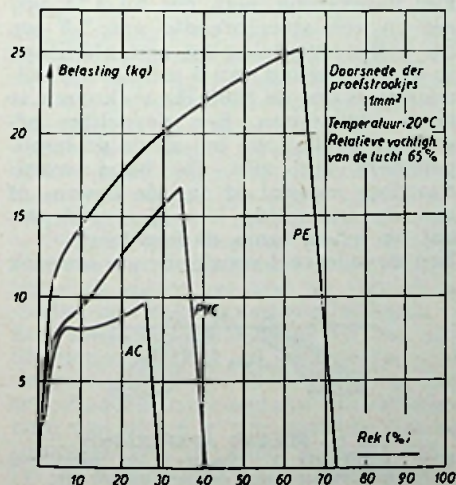

Fig. 1. BREEKKROMMEN van acetylcellulose (AC), polyvinylchloride (PVC) en polyester (PE).
In fig. 1 zijn de breekkrommen getekend van de dragerstoffen, die momenteel bij Agfa worden gebruikt, waarbij dan polyester (PE) en polyvinylchloride (PVC) eerst waren „voorgerektd”.